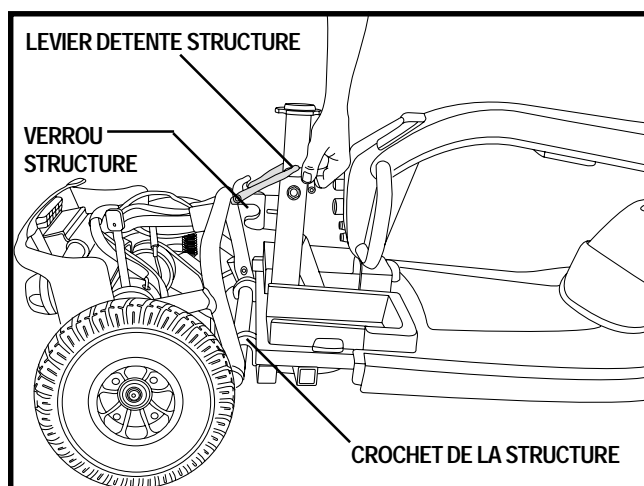

Figure 23. Démontage de la structure (détente)
2. Soulevez le levier de détente de structure. Voir la figure 23.
3. Soulevez la section avant jusqu'à ce que les crochets de la section avant soient dégagés de la section arrière. Voir la figure 23.
3. Lorsque les crochets sont au dessus du tube arrière, abaissez complètement la section avant afin de l'enclencher et de la bloquer. Voir la figure 23.